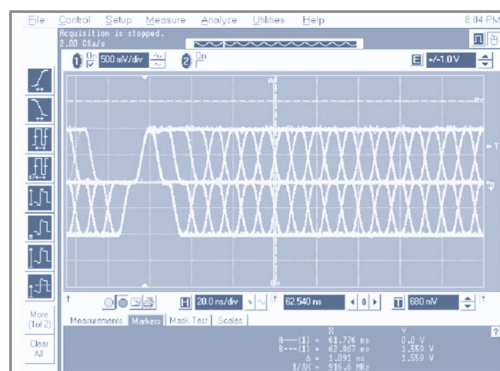

Рис. 6. Нормальные выходные импульсы для 100 ВТ
10. Измерить нормальные диаграммы передачи/получения кадров 100 ВТ на TX+/- или на RX+/-, когда кабель подключен, так как показано на рис. 6;